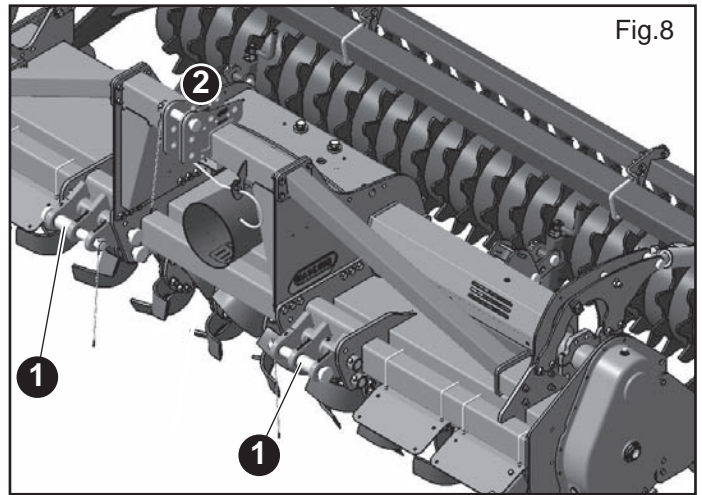
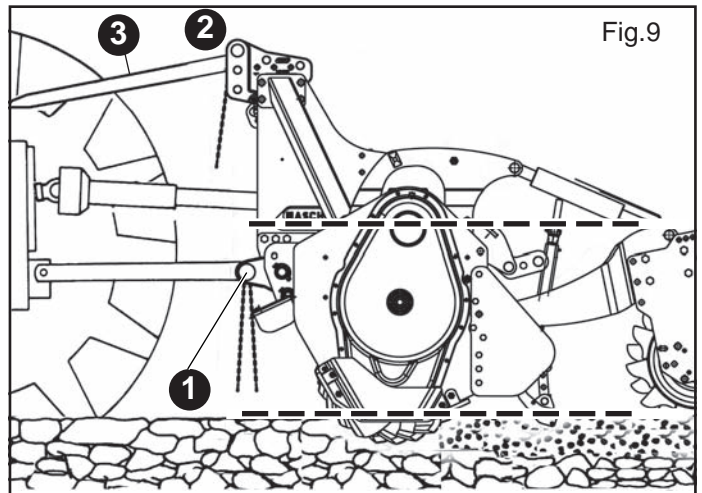

Fig.8
Fig.9
- 1) Enganchar las barras del elevador en los pernos predispuestos (1, Fig.8, Fig.9). Bloquear con el pasador de muelle.
- 2) Conectar el tercer punto superior (2, Fig.9); la clavija tiene que bloquearse con el respectivo pasador; a través del tensor de regulación (3, Fig.9) tratar que la máquina se encuentre en posición perpendicular al terreno (Fig.9).